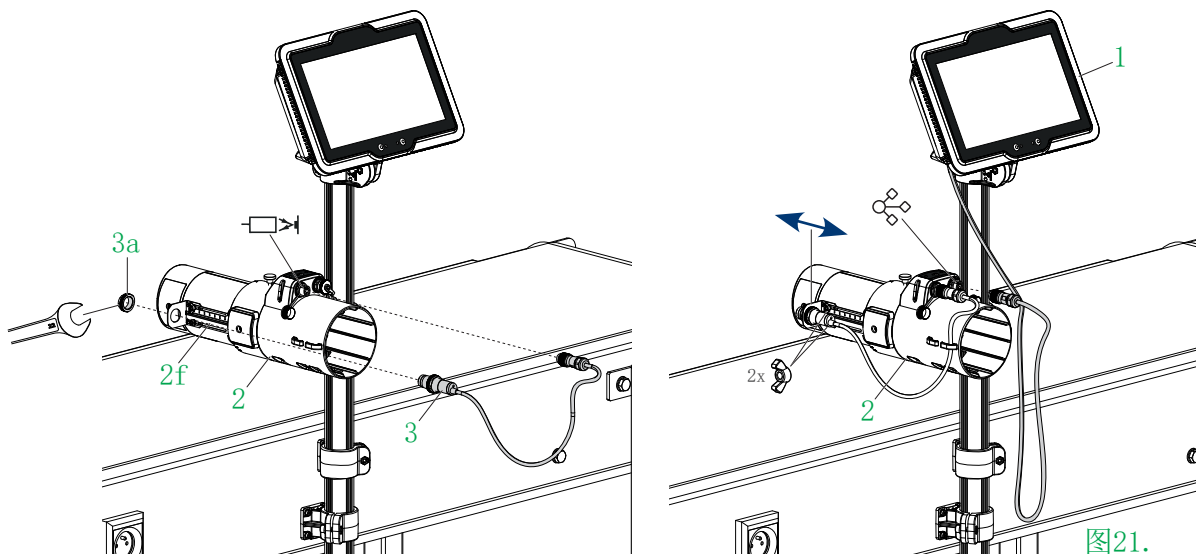

图21.
- 将光电探头3安装在夹具2f（见 图21）上。用手上紧固定螺母3a。必要时可用22号开口扳手。连接光电探头3和集成喷头2。